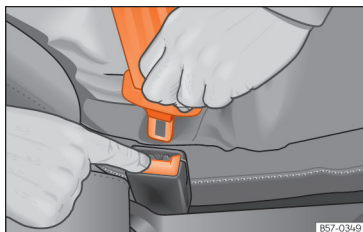

Fig. 22 Soltar a lingueta do fecho do cinto.
• Pressione o botão vermelho do fecho » » » **Fig. 22.** A lingueta saltará do fecho.